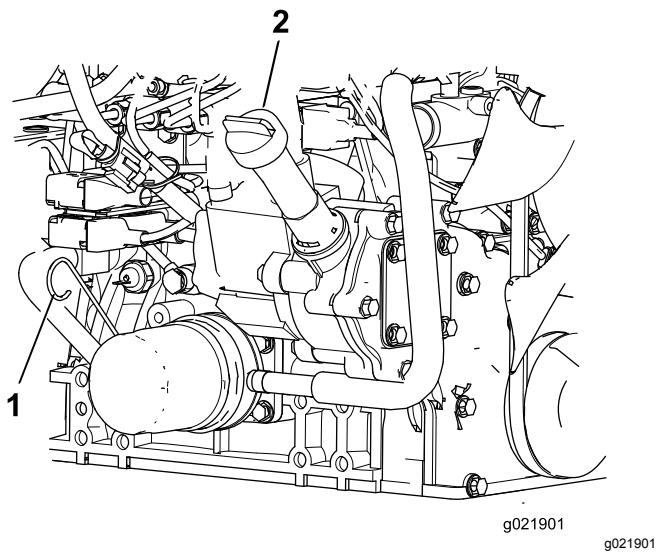

Figura 71
- Retire la varilla, límpiela, vuelva a colocarla en el tubo y retírela de nuevo. El nivel de aceite debe estar entre las marcas LLENO y AÑADIR (Figura 71).
4. Si el nivel de aceite es bajo, retire el tapón de llenado y añada suficiente aceite para que llegue entre las marcas LLENO y AÑADIR (Figura 71).